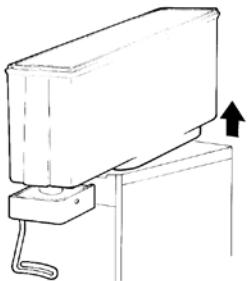

Рисунок 2
4. Снимите пустой резервуар, сначала подняв его **заднюю сторону (противоположную стороне, на которой находится кран)** и сдвинув ее с уплотнителя (см. рис. 2)